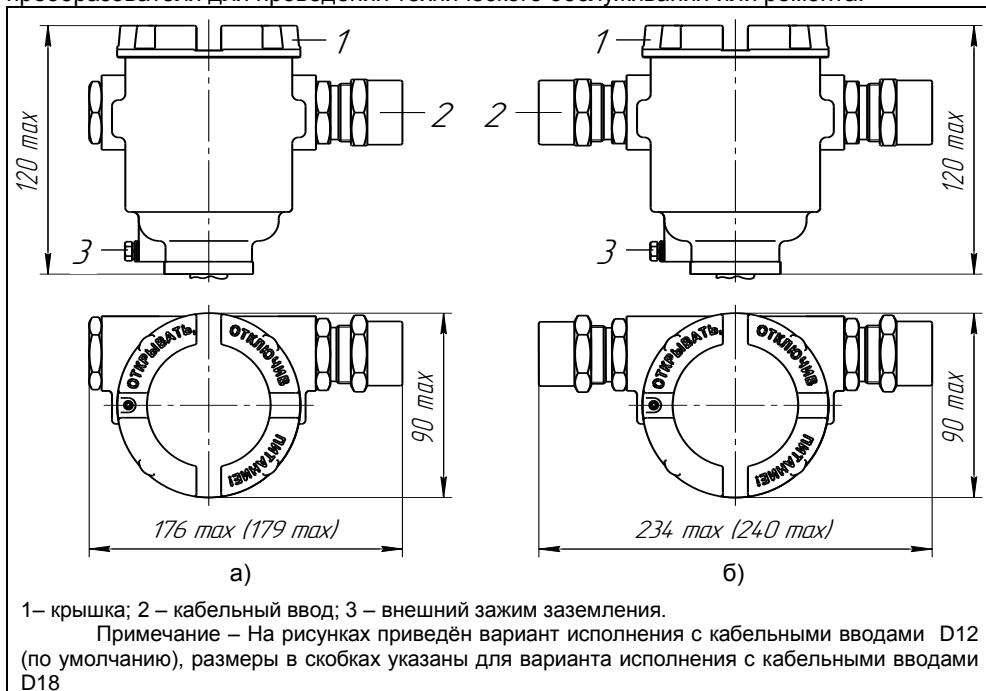

Рисунок 3 – Варианты исполнения корпуса :
1.4.2 Корпус преобразователя имеет съёмную крышку 1, один или два кабельных ввода 2 и внешний зажим заземления 3 (см. рисунок 3).